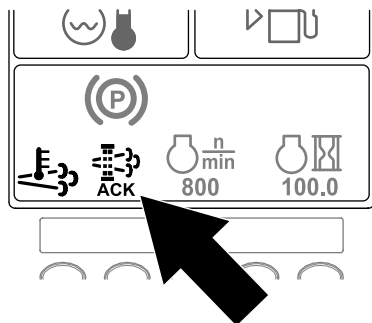

Figura 61
10. El InfoCenter muestra la pantalla de inicio y aparece el icono de Regeneración aceptada (Figura 61) en la esquina inferior derecha de la pantalla mientras se realiza la regeneración.